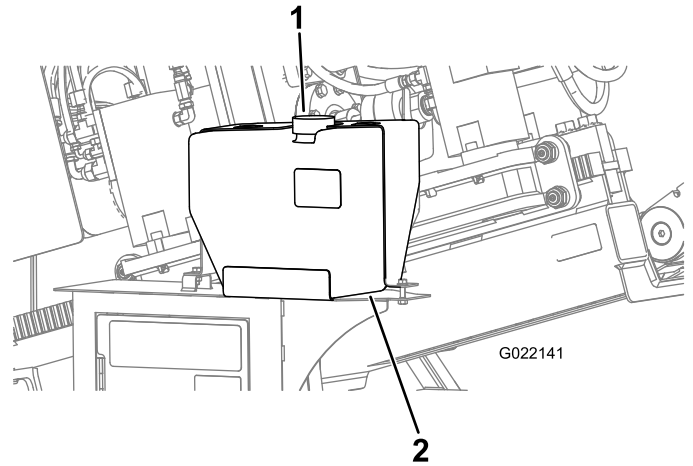

Bild 115
- D. Nehmen Sie den Deckel vom Frostschutzmittelbehälter der Bohrflüssigkeitspumpe ab (Bild 115).
- E. Stellen Sie sicher, dass der Behälter mit Frostschutzmittel gefüllt ist (Bild 115).
C. Füllen Sie nach Bedarf Frostschutzmittel in den Behälter (Bild 115).
5. Schrauben Sie den Deckel auf den Frostschutzmittelbehälter auf (Bild 115).